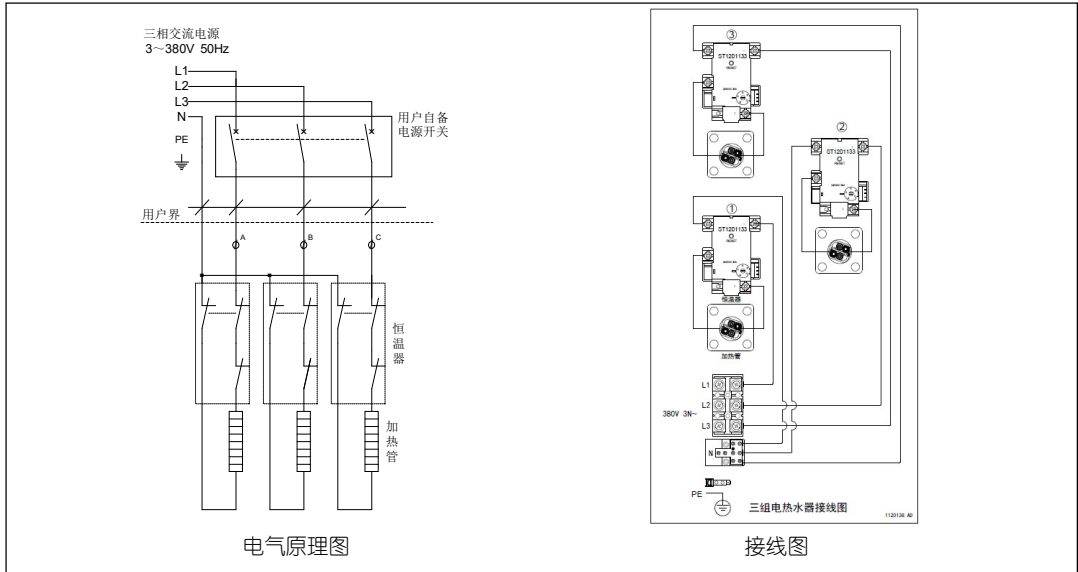

图 4 (a) 三组加热管
- ◆ 热水器设置有**三组加热管**，出厂时为“星形连接”，电气接线如图 4 所示。安装时需要接入的是电源线，电源线应选用优质铜芯线，其规格应根据热水器的最大功率、敷设方式、环境温度等来确定。